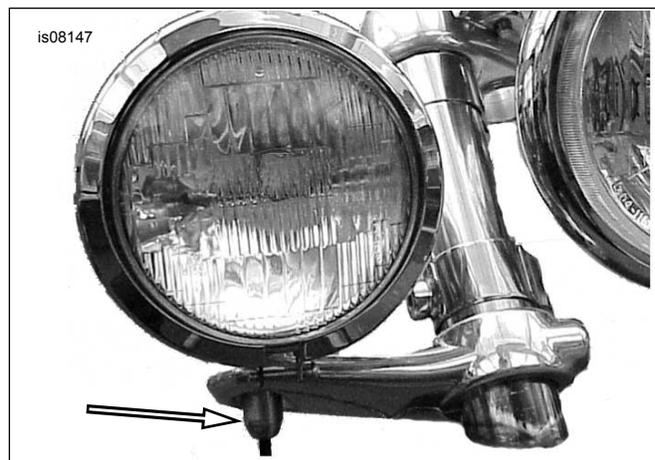

Figura 3. Remoção da porca de fixação
12. Se o kit do farol de ultrapassagem já estiver instalado e conectado ao veículo, corte o fio do kit do farol de ultrapassagem na área da abraçadeira do guidom, o mais próximo possível da emenda. Corte a luva de emenda, pois ela será substituída por uma nova emenda do kit. Corte as abraçadeiras do cabo que fixam os fios nos tubos internos. Veja Figura 3. Remova a porca de fixação do farol de ultrapassagem conforme exibido e descarte.
16. Se o kit do farol de ultrapassagem já estiver instalado e conectado ao veículo, corte o fio do kit do farol de ultrapassagem na área da abraçadeira do guidom, o mais próximo possível da emenda. Corte a luva de emenda, pois ela será substituída por uma nova emenda do kit. Corte as abraçadeiras que fixam os fios nos tubos internos. Veja Figura 3. Remova a porca de fixação do farol de ultrapassagem conforme exibido e descarte.